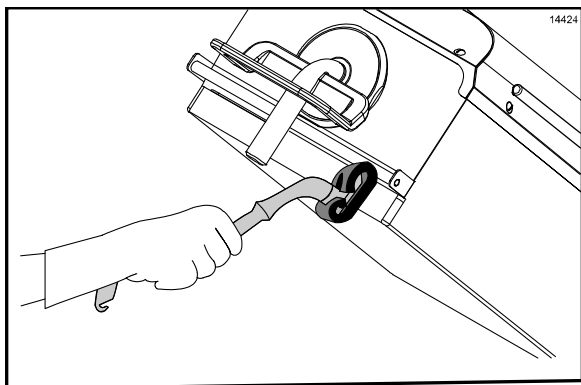

Рисунок 41
23. С помощью губки и держателя проведите очистку передней части верхних плит, начиная с правой верхней плиты (по направлению к левой верхней плите). (См. рис. 41)